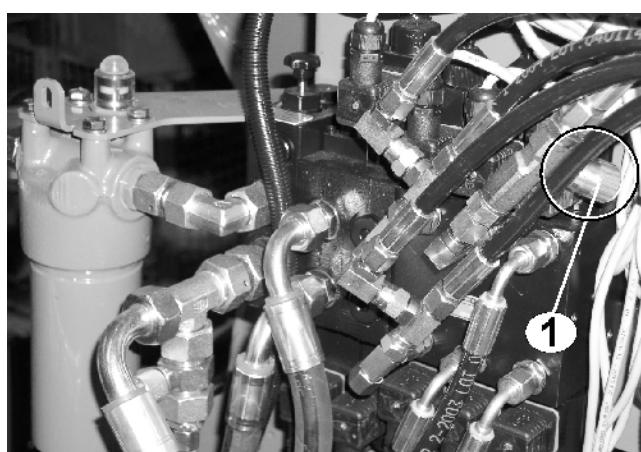

Рис. 38
- При помощи регулировочного винта (Рис. 38/1) дросселя на распределительной гидрокоробке определяется скорость подъема устройства Limiter. На заводе она настроена так, чтобы устройство Limiter поднималось медленно.